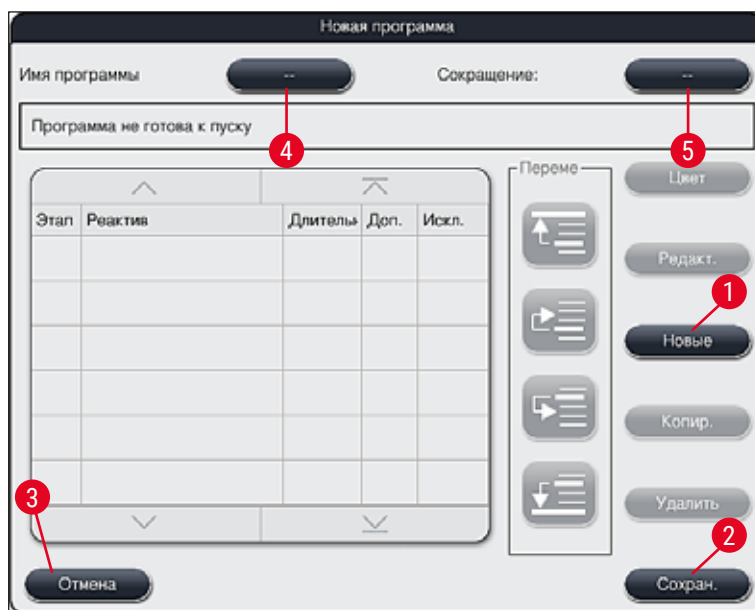

Рис. 46
- На экране открывается новое окно программы (→ "Рис. 46").
- Откроется окно для ввода (→ "Рис. 46") создаваемой программы.